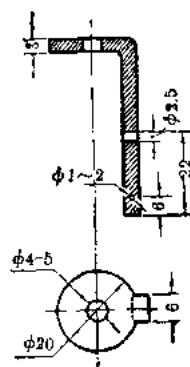

图 1-3
4. 载物台。用有机玻璃(或竹木等)按图1-3制作。用销子通过下端小孔与折叠支架连接,使镜体可以销子为轴折叠。